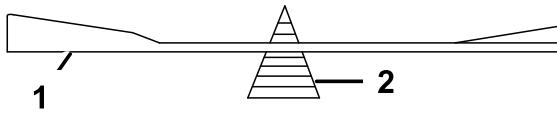

Figure 79
- 2. Vérifiez l'équilibre de la lame en la plaçant sur un équilibrEUR (Figure 79).